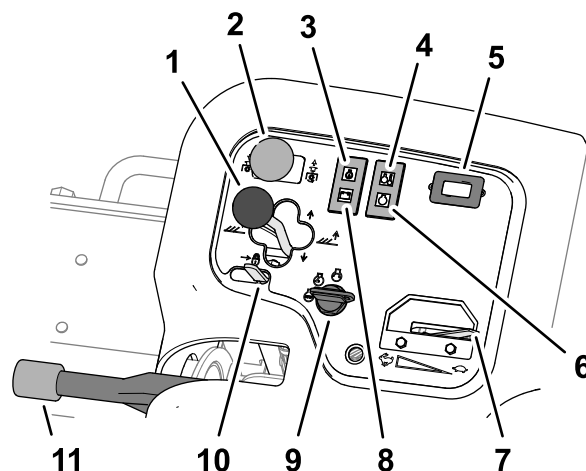

Figura 43
- Para abaixar as unidades de corte ao solo, empurre a alavanca de câmbio de unidade de corte para frente para a posição LOWER (Figura 43).
O interruptor de acionamento da unidade de corte (Figura 43) tem duas posições: ENGAGE e DISENGAGE. O interruptor basculante opera uma válvula de solenoide no banco de válvulas para acionar as unidades de corte.
A luz de alerta de pressão do óleo (Figura 43) acende se a pressão do óleo do motor cai abaixo de um nível seguro.
A luz de alerta da temperatura (Figura 43) acende se a temperatura do líquido de arrefecimento do motor estiver alta. Nessa temperatura, as unidades de corte se desligam. Se a temperatura do líquido de arrefecimento aumentar mais 5,5°C (10°F), o motor desliga para evitar outros danos.
O horímetro (Figura 43) indica o número total de horas de operação da máquina. O horímetro começa a funcionar sempre que a chave de ignição for ligada.
A luz indicadora de vela do motor diesel (Figura 43) acende quando as velas do motor diesel estão energizadas.
Mova o acelerador para frente (Figura 43) para aumentar a velocidade do motor e para trás para diminuir a velocidade do motor.
A luz do alternador apaga (Figura 43) quando o motor está em funcionamento. Se a luz do alternador acender enquanto o motor estiver em funcionamento, verifique o sistema de carregamento e repare-o conforme necessário.
Use a chave de ignição (Figura 43) para operar o motor e as luzes. A chave de ignição tem 3 posições:
Mova a trava da alavanca de suspensão (Figura 43) para trás para evitar que as unidades de corte caiam.
Sempre que o motor for desligado, acione o freio de mão (Figura 43) para evitar o deslocamento acidental da máquina. Para engatar o freio de mão, puxe a alavanca para cima; para desengatar o freio, empurre a alavanca para baixo.